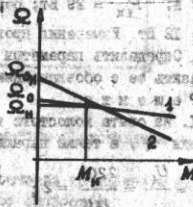

Рис. 48
Скорость регулирования путем уменьшения потока  $\Phi$  (см. естественную (1) и искусственную (2) характеристики на рис. 48). Искусственная характеристика 2 построена при  $\Phi < \Phi_n$ .